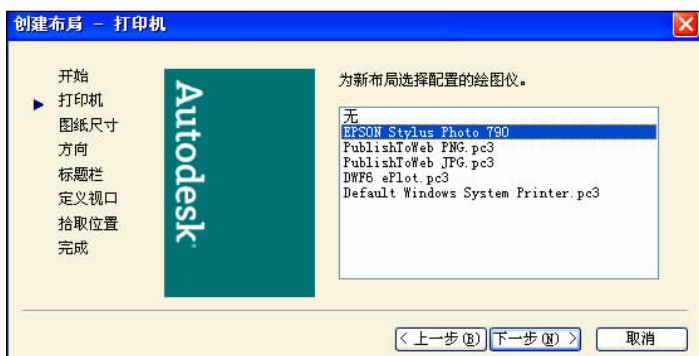

图 13.11 选择打印机窗口
(2) 输入新建布局名称后,单击 **下一步(N) >** 按钮,进入“打印机”窗口,如图 13.11 所示,选择适当的打印机。